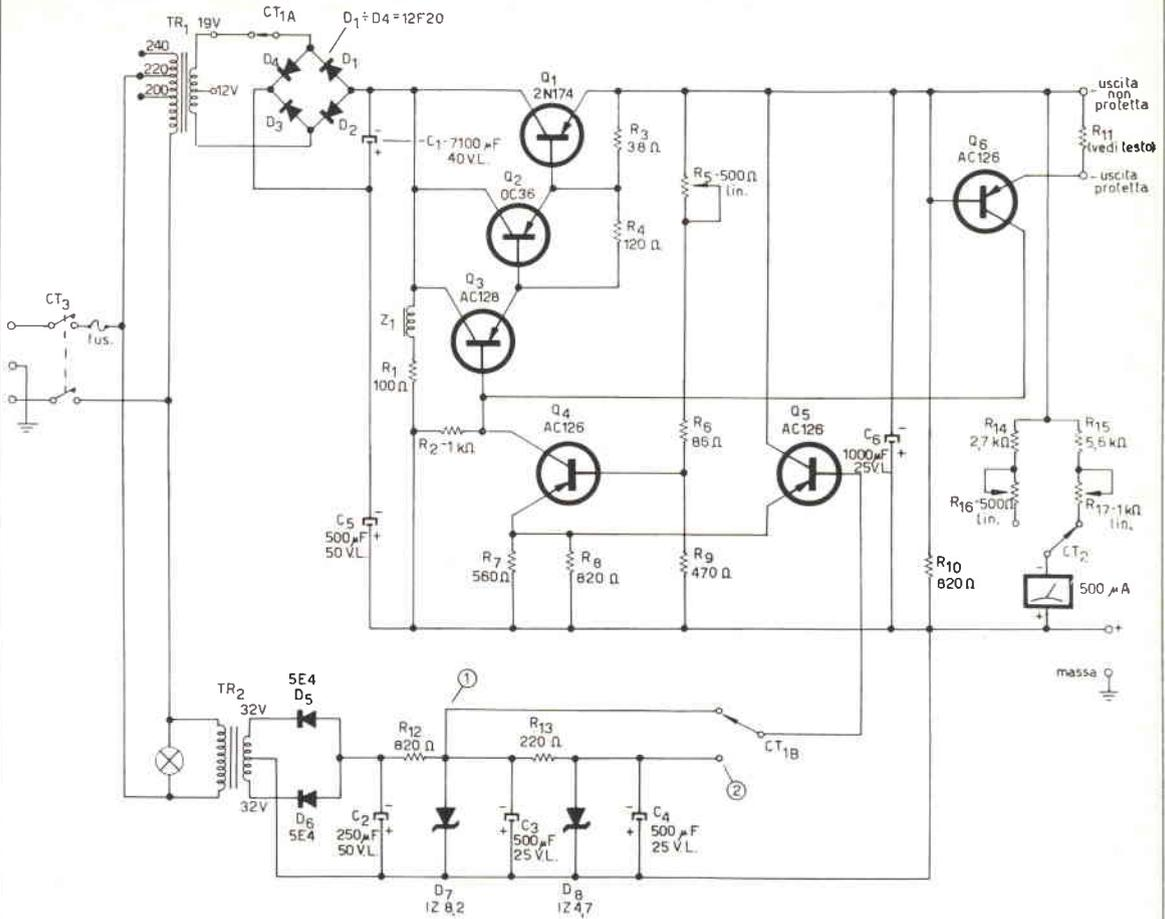

figura 2
In figura 2 è illustrato il circuito elettrico dettagliato. La tensione di alimentazione è fornita da due trasformatori separati  $T_1$  e  $T_2$ , rispettivamente per la tensione continua principale e per quella di riferimento.
- 2) La tensione continua nei punti 1) e 2) dello schema di figura 2 deve essere rispettivamente di 8,2 V e di 4,7 V rispetto al terminale positivo comune.
- 4) Inserendo la resistenza  $R_{11}$  che è direttamente connessa tra due morsetti serratifoli posti sul pannello frontale, cortocircuitando su un milliamperometro l'uscita protetta col terminale positivo e scegliendo uno dei valori di  $R_{11}$  indicati in tabella 1 si deve ottenere una corrente uguale a quella indicata nella tabella stessa e si deve verificare che sia indipendente dalla posizione di  $R_5$ . Se la corrente di corto circuito è superiore a 1,4 A la prova deve essere molto breve (pochi secondi) (4).